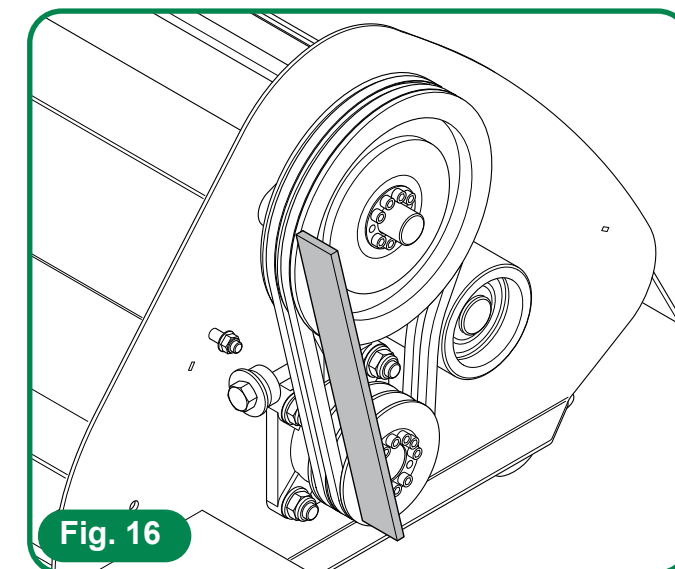

Fig. 16
- 3) Verifiera, med hjälp av en rak stång, att remskivorna är korrekt inriktade för att förhindra överhettning och förtidig försämring av remmarna (se fig. 16)